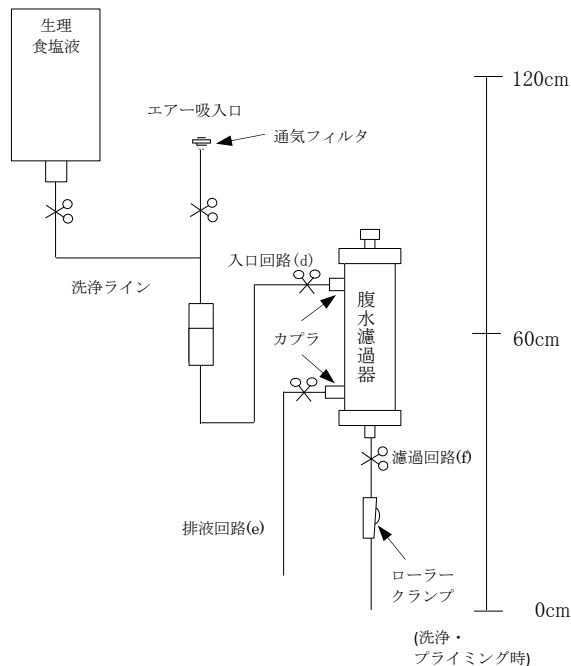

図8 外圧濾過法（落差式）の回路図
- *1) 本品をイルリガードル台のホルダーに取り付ける。(以降の手順に従い、図8の通り接続する)